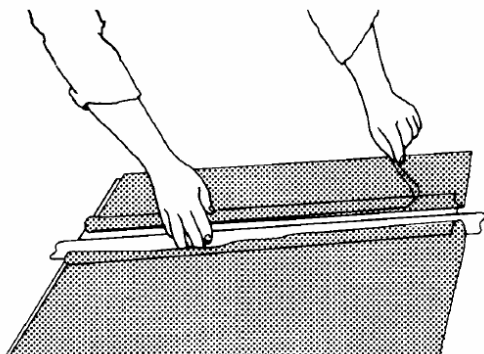

Рис. 11. Удаление отходов пленки
11. Удалить обрезанную часть нижнего листа пленки (Рис. 11).